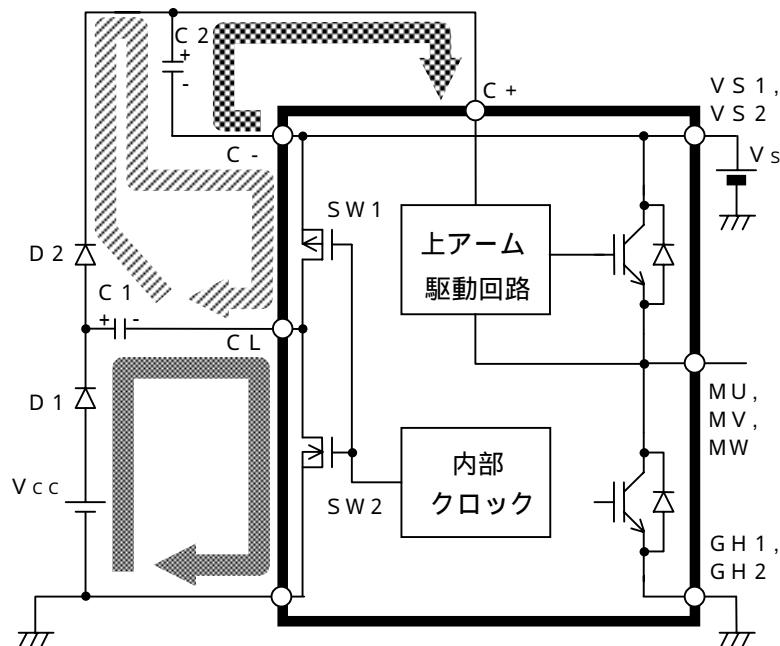

図 7 . チャージポンプ等価回路
(9) VS1 , VS2 端子
(10) C + , C - , C L 端子
- ・チャージポンプ回路は内部クロック（周波数は三角波発振回路で設定）によって動作します。図 7 で簡単に動作を説明します。SW 1 , SW 2 は内部クロックに同期して交互にON / OFF動作を繰り返します。C L 電位が 0 V の時 (SW 1 : OFF 、 SW 2 : ON) 、 V C C から D 1 を通って、 C 1 コンデンサに電荷を蓄えます (経路 ①) 。次に SW 1 : ON 、 SW 2 : OFF により、 C L 電位が V S 電位に持ち上がることによって、 C 1 コンデンサに蓄えられた電荷は、 D 2 を通って C 2 コンデンサに汲み上げられます (経路 ②) 。この動作を内部クロック周波数で繰り返し、 C 2 コンデンサに電荷を充電させて上アーム電源 (C 2) から C + 端子を介して、上アーム駆動回路に電力が供給されます (経路 ③) 。